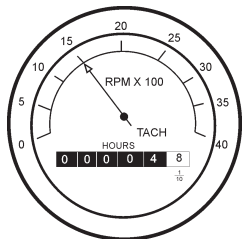

Figura 26. Tacómetro
10. Mientras monitorea el tacómetro, (Figura 26) use el control del acelerador del motor, para ajustar la velocidad del motor a 2,550 RPM, siguiendo los pasos del 10A-10C.